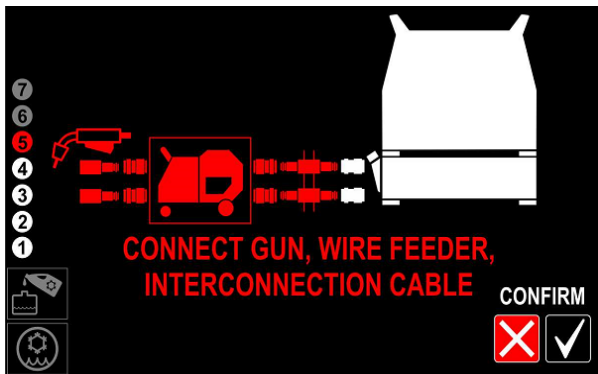

Bild 18
- Anslut brännarslangar och den sammanlänkande sladden vid användning av en strömkälla med separat trådmatare – (bild 18 eller 26).